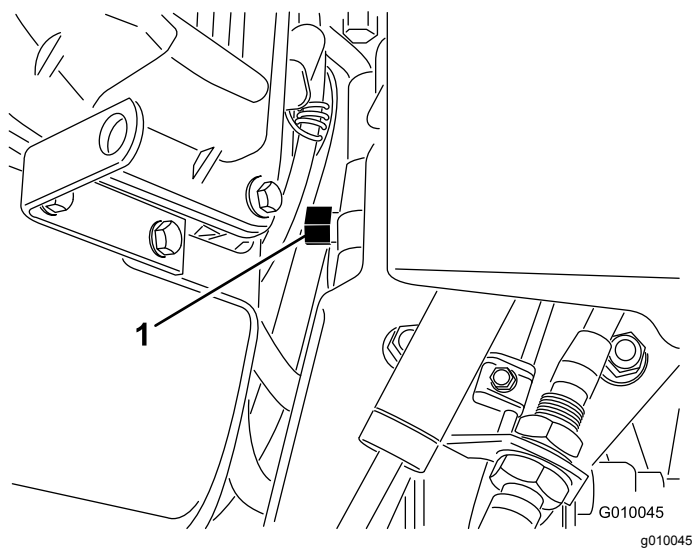

Figura 31
2. Individuate la valvola di bypass tra il motore e la pompa idrostatica (Figura 31).
3. Con una chiave da  $\frac{5}{8}$ " fate compiere 1 giro in senso antiorario alla valvola di bypass. Ciò consente al fluido idraulico di bypassare la pompa, consentendo alle ruote di girare (Figura 31).
5. Per utilizzare nuovamente l'arieggiatore, ruotate la valvola di bypass in senso orario di 1 giro (Figura 31).